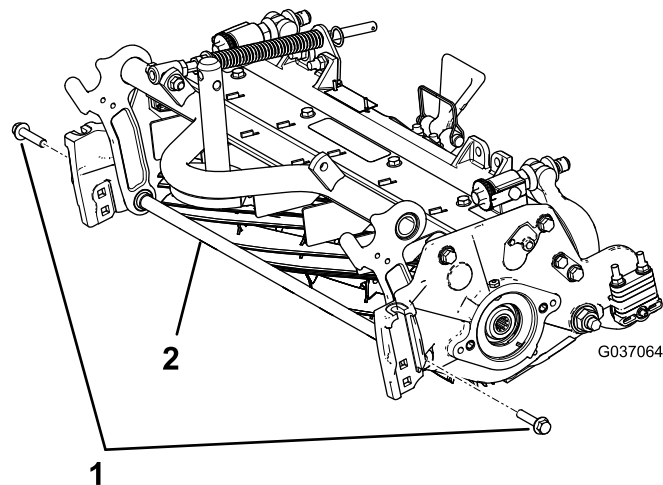

图 5
- A. 拆下固定支撑杆的 2 个凸缘头螺栓并取下支撑杆图 5。